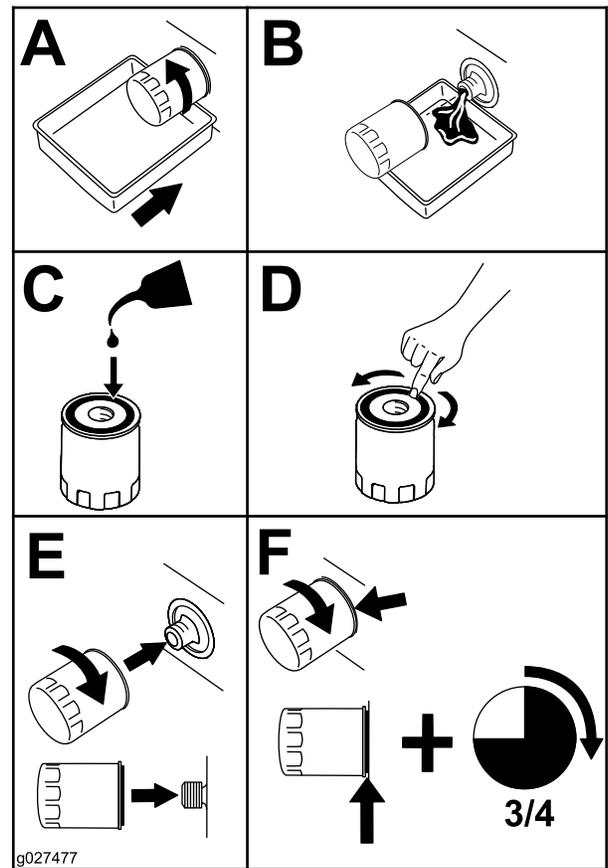

Figura 44
- Sustituya el filtro de aceite del motor (Figura 44).